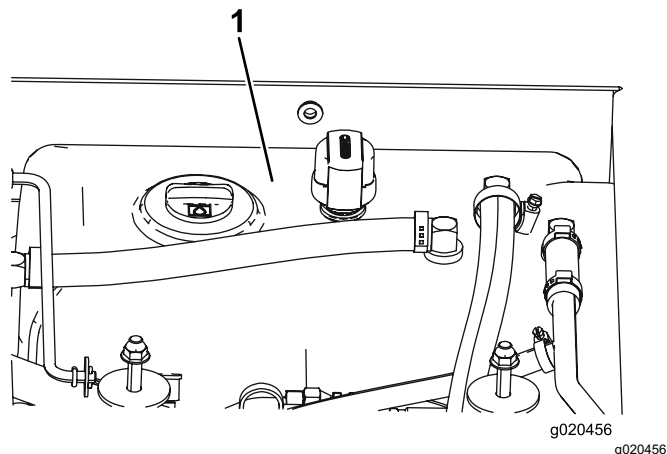

Figura 83
4. Llene el depósito (Figura 83) con fluido hidráulico; consulte Comprobación del fluido hidráulico (página 78).